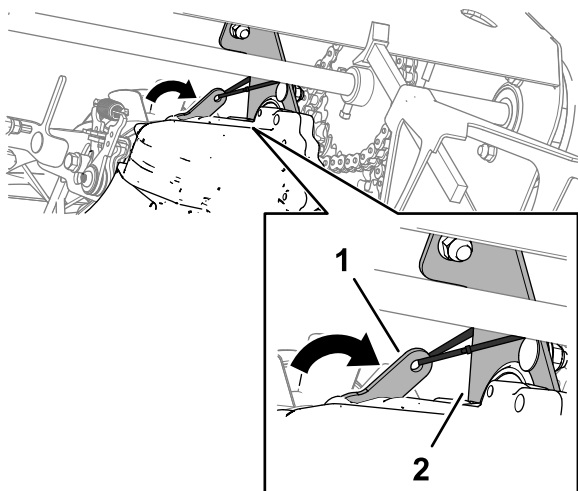

Figure 70
5. Déplacez le levier de dérivation vers le support de l'arbre et fixez le levier sur le support (Figure 70).